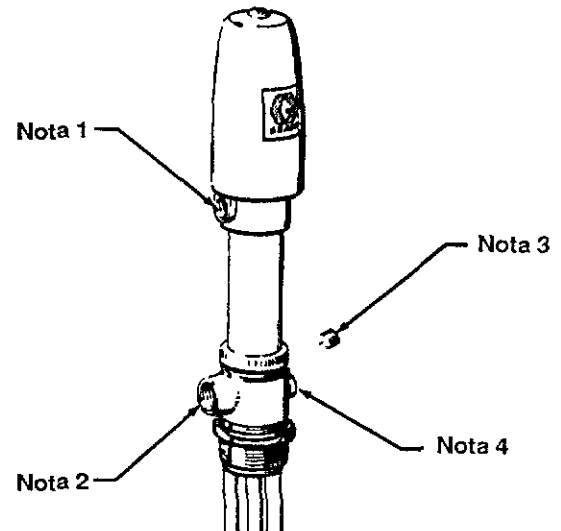

Fig.3
Collegare una tubazione (G), connessa a terra, per il flusso pneumatico d'alimentazione all'ingresso pneumatico (K) da 1/4 npt. Connettere quindi una tubazione per il prodotto da erogare (H) all'uscita del prodotto (M) da 1/2 npt. In un sistema a ricircolo, svitare il tappo per tubazioni e collegare una tubazione di ritorno all'orifizio di ritorno (F) da 3/8 npt. Vedi fig.3 e l'illustrazione del § «INSTALLAZIONE TIPO».